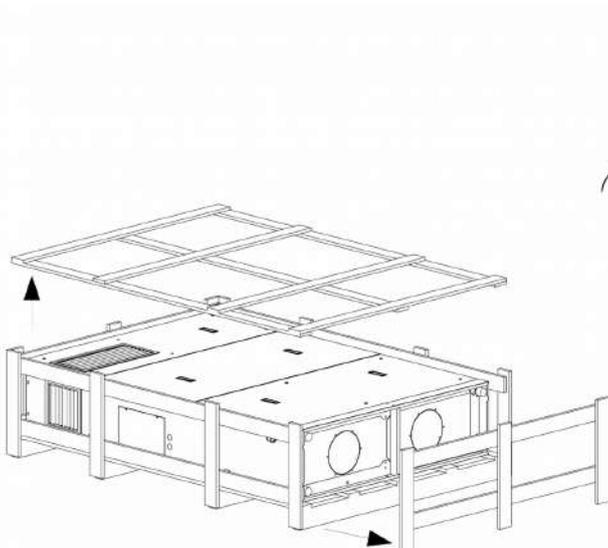

Fig.26
- Rimuovere coperchio e protezione lato bocchagli della gabbia in legno (Fig. 26).
- Remove the cover and the protection on the nozzle side of the wooden cage (Fig. 26).